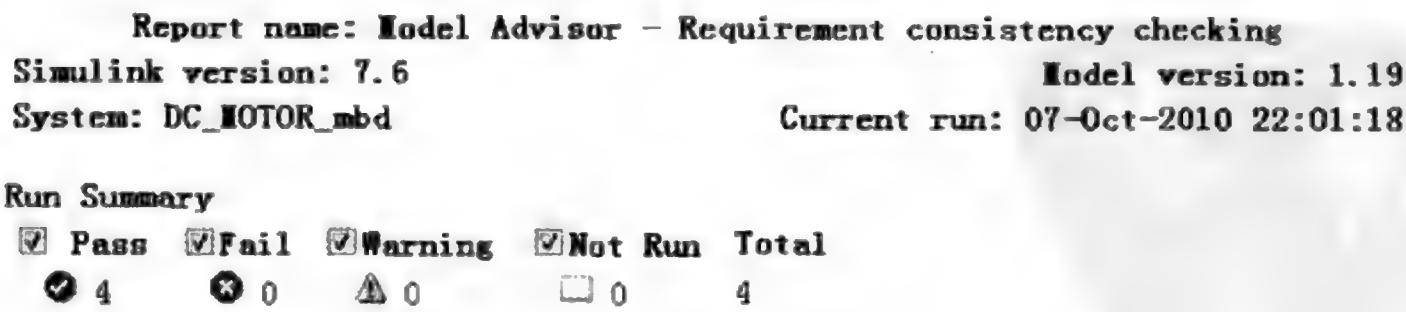

图 9.4.16 Model Advisor 界面
(1) 选择模型窗口菜单项 Tools → Requirements → Consistency checking...,系统打开 Model Advisor 界面,如图 9.4.16 所示,并自动选中 Requirements consistency checking 子类。